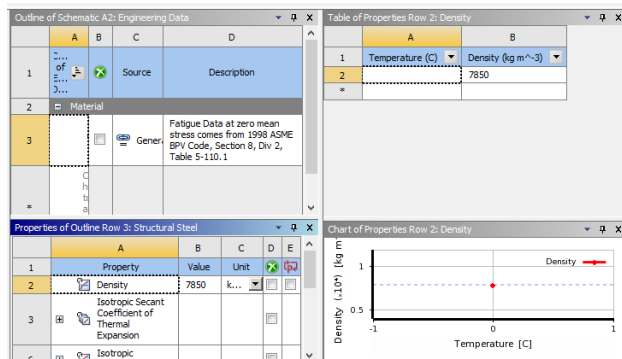

图 8-12 工程数据界面
1) 双击项目 A 中的 A2 栏中的 “Engineering Data” 项, 进入如图 8-12 所示的工程数据界面, 在该界面下即可进行材料参数设置。